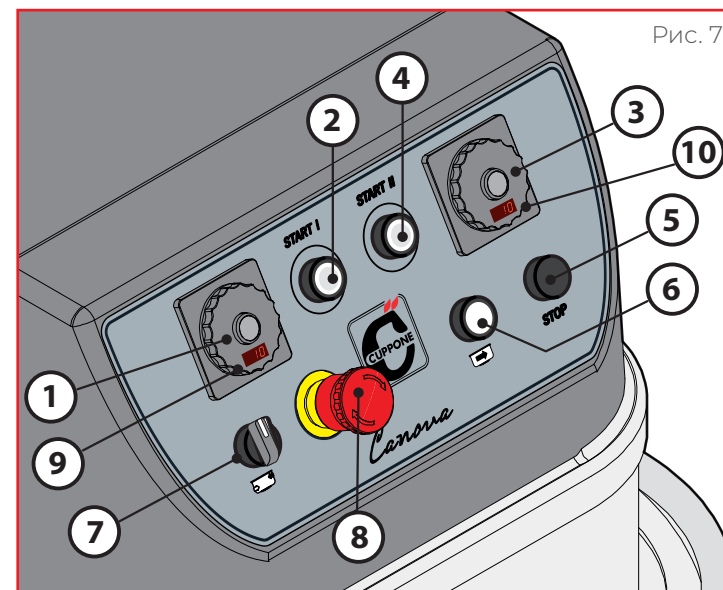

Рис. 7
► **Рис. 7** Замес можно запустить одним из следующих способов: